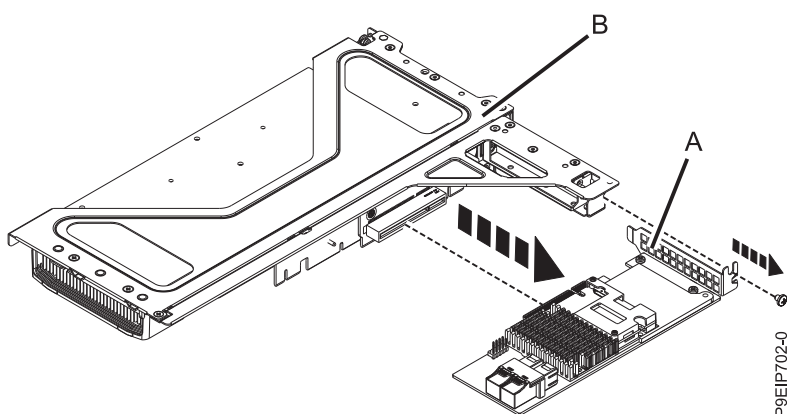
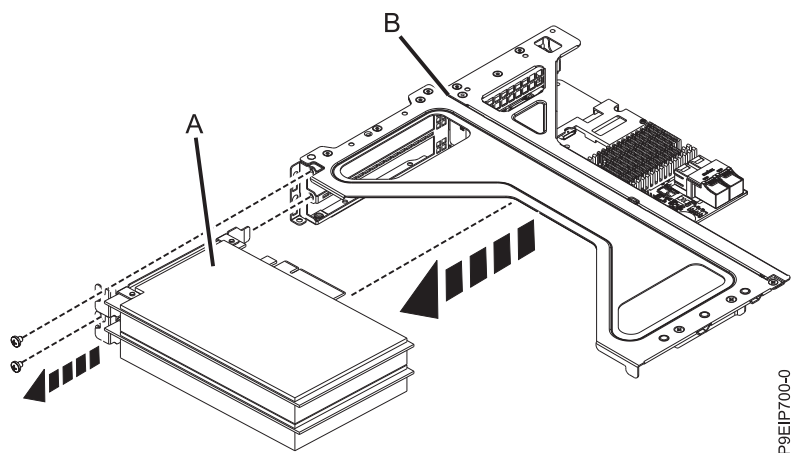

Figure 24. Retrait d'une carte PCIe de la position 3 du connecteur de bus
Figure 25. Retrait d'une carte PCIe de la position 2 ou 3 du connecteur de bus
6. Retirez du connecteur de bus PCIe **(B)** la carte PCIe **(A)** qui doit être remplacée, comme illustré dans la figure 24 ou figure 25, à la page 30.